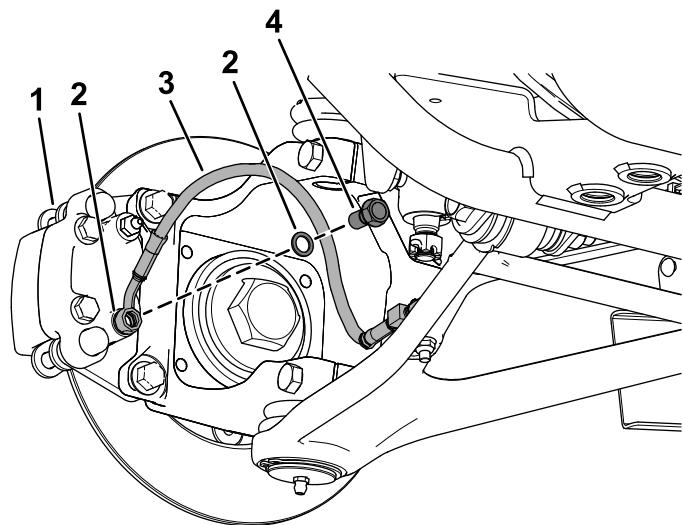

Figura 11
9. Instale los tubos del freno en los conjuntos de pinza de freno con un perno hueco y 2 arandelas para perno hueco (Figura 11).